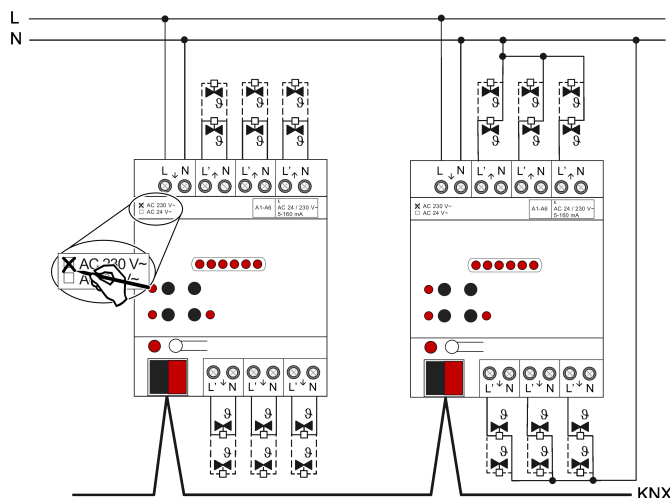

Bild 3: Anslutning för ställmotorer AC 230 V (anslutningsexempel)
- Anslut ställmotorer typ AC 230 V enligt anslutningsschemat (se bild 3). Ställmotorernas neutralledare kan antingen anslutas direkt till N-anslutningsplintarna på värmeställdonets utgångar (anslutningsexempel till vänster) eller alternativt tillsammans med en lämplig N-potential (t.ex. N-ledarklämma i fördelaren) (anslutningsexempel till höger). Det är inte absolut nödvändigt att ansluta ställmotorernas neutralledare direkt till ställdonet.